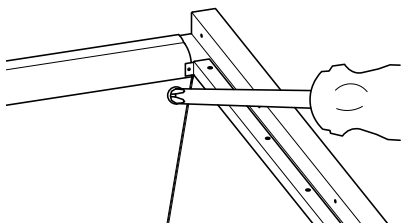

Figura 1 - Retire la cámara de combustión superior
1. Retire la cámara de combustión superior desatornillando los tornillos izquierdo y derecho en la cámara de combustión (consulte la figura 1).